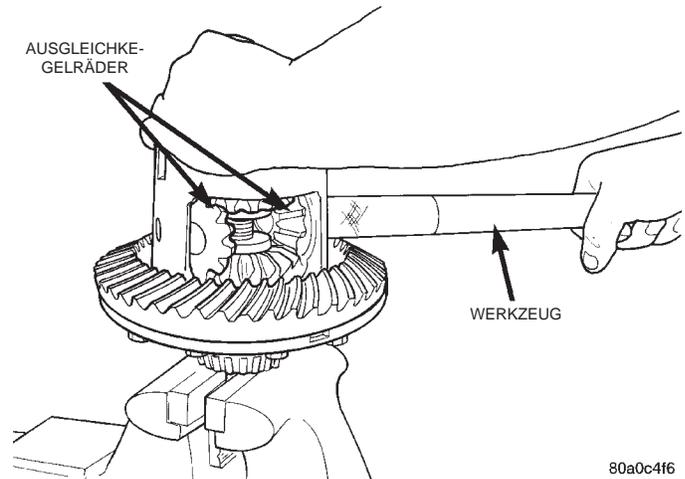

Abb. 59 Ausgleichkegelräder ausbauen
(11) Stange C-6960-2 in den Ausgleichkorb stecken (Abb. 59).
(12) Die Druckschraube C-6960-4 so weit lockern, daß die Spannung in der Lamellenkupplung abgebaut wird und der Ausgleichkorb mit der Stange C-6960-2 gedreht werden kann.
(13) Mit der Stange den Ausgleichkorb so weit drehen, daß sich die Ausgleichkegelräder ausbauen lassen.
(14) Ausgleichkegelräder ausbauen.